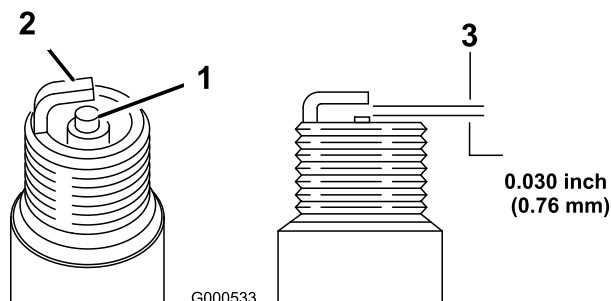

Figura 36
1. Mire la parte central de la bujía (Figura 36). Si se observa un color gris o marrón claro en el aislante, el motor está funcionando correctamente. Si el aislante aparece de color negro, significa que el limpiador de aire está sucio.
2. Compruebe la separación entre los electrodos central y lateral (Figura 36). Si la distancia no es correcta, doble el electrodo lateral (Figura 36).